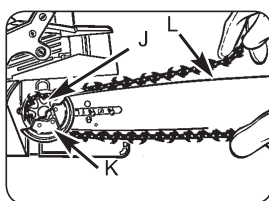

Рис. 3G
6. Натяните цепь около ведущего цепного колеса (J) за сцеплением (K). Проверьте хорошо ли поставлены звенья между зубьями цепного колеса (Рис. 3G).
7. Вставьте звенья в канавку (L) по периферии шины (Рис. 3G).